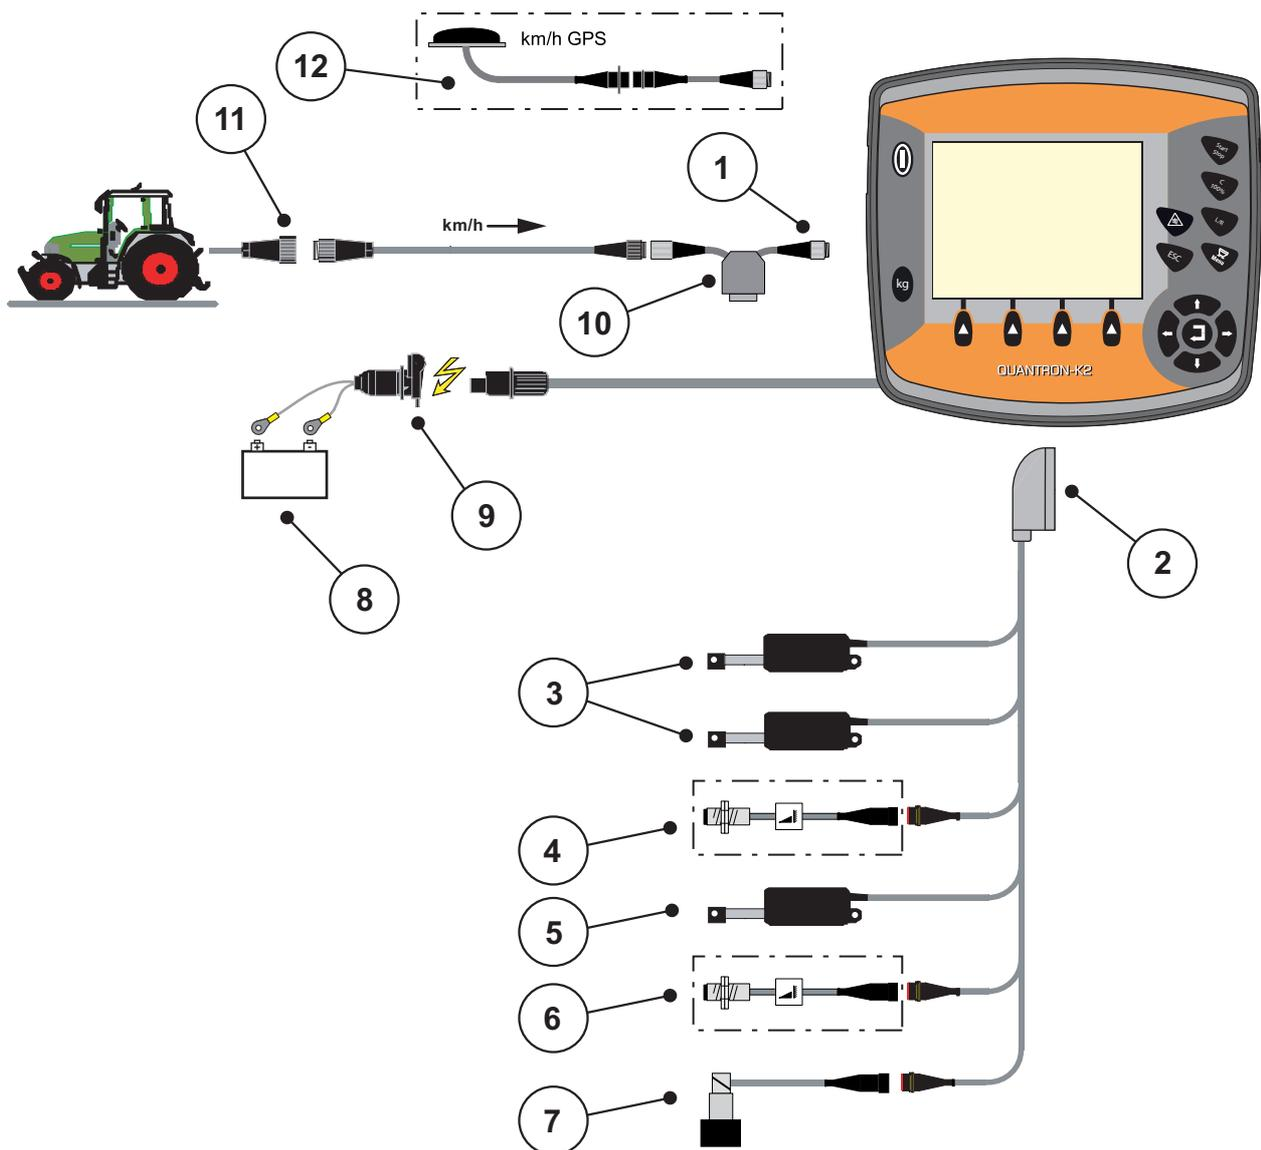
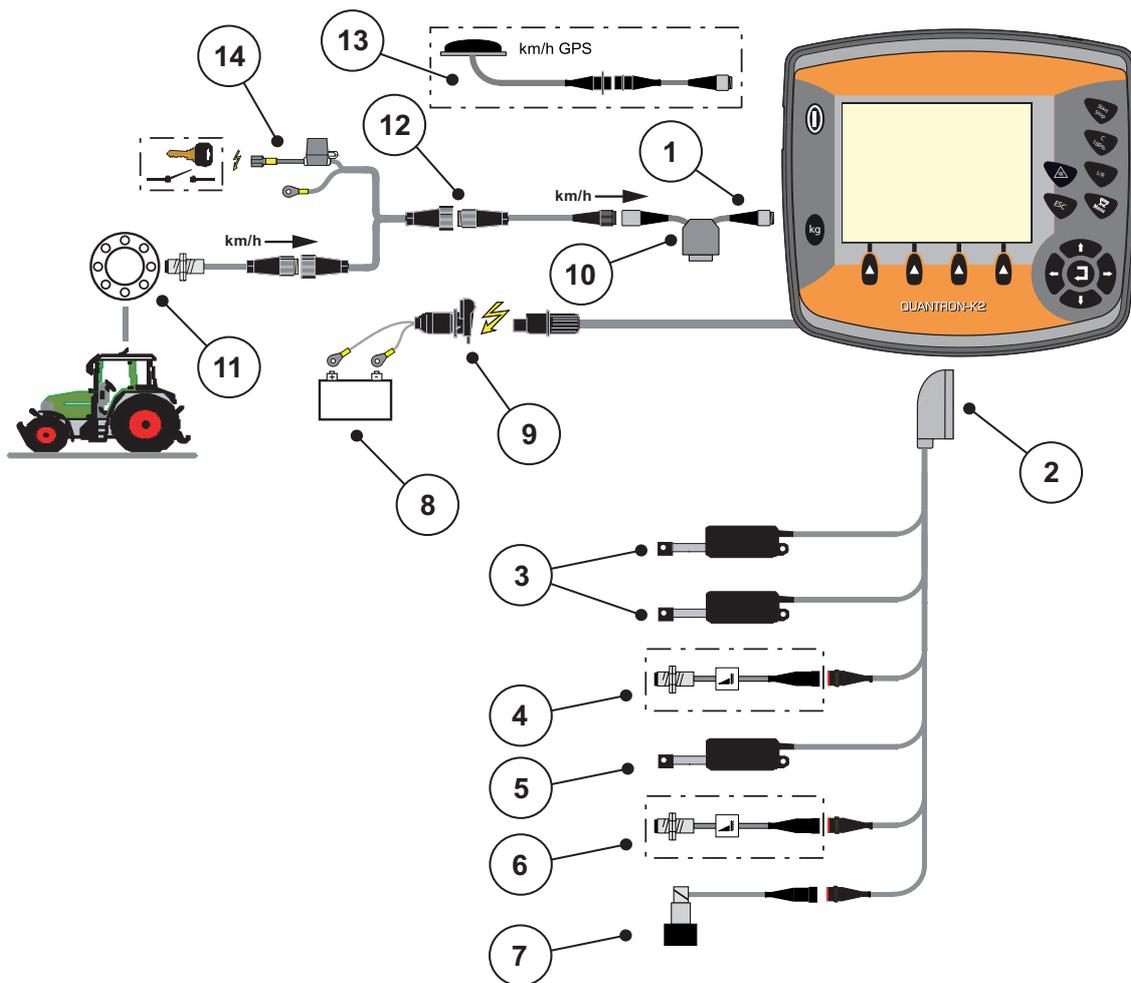

Bild 3.3: Schematische Anschlussübersicht QUANTRON-K2 (Standard)
Bild 3.5: Schematische Anschlussübersicht QUANTRON-K2
- Die Bedieneinheit an der 7-poligen Steckdose oder am Fahrgeschwindigkeitssensor anschließen (je nach Ausstattung, siehe Bild 3.3 bis Bild 3.5).